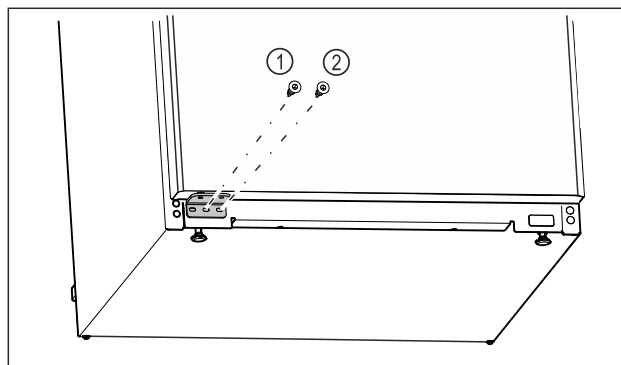

Fig. 26
- Skruva fast lagerbockens mellersta skruv Fig. 26 (1) med skruvmejsel Torx 20.
- Skruva fast lagerbockens inre skruv Fig. 26 (2) med skruvmejsel Torx 20.